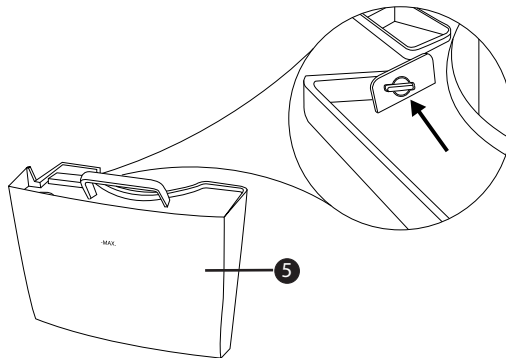

Abb. 7
- ◆ Um den Wassertank **5** von innen zu reinigen, müssen Sie den schwarzen Deckel entfernen. Lösen Sie hierzu den Griff aus der Halterung, indem Sie ihn seitlich herausdrücken. Achten Sie hierbei darauf, dass die Zapfen am Griff mit den Nuten am Wasserbehälter übereinstimmen (siehe Abbildung 7).